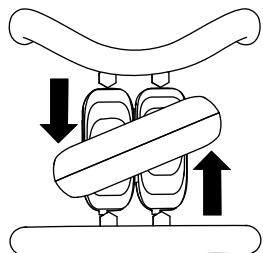

Figura 9
- Para virar para a esquerda, rode o controlo de tração no sentido contrário ao dos ponteiros do relógio (Figura 9).